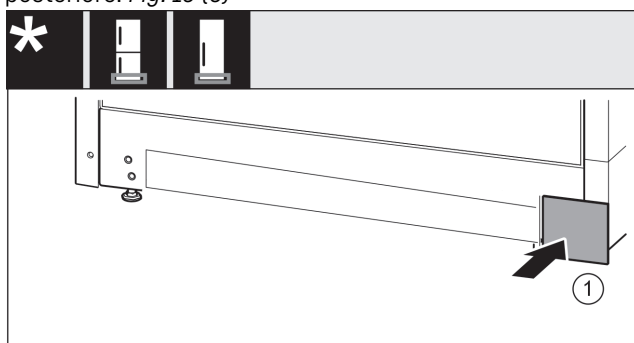

Fig. 14
- Poggiare nuovamente la copertura sull'altro lato. Fig. 14 (1)